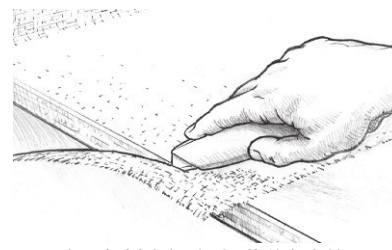

图26 在环氧树脂凝胶后，裁剪多余的织物。
7. 在环氧树脂初始固化后，裁剪多余的（图26）、交叠的织物。用锋利的工具刀轻松地切割该织物。需要时，裁剪交叠的织物，如下所示：